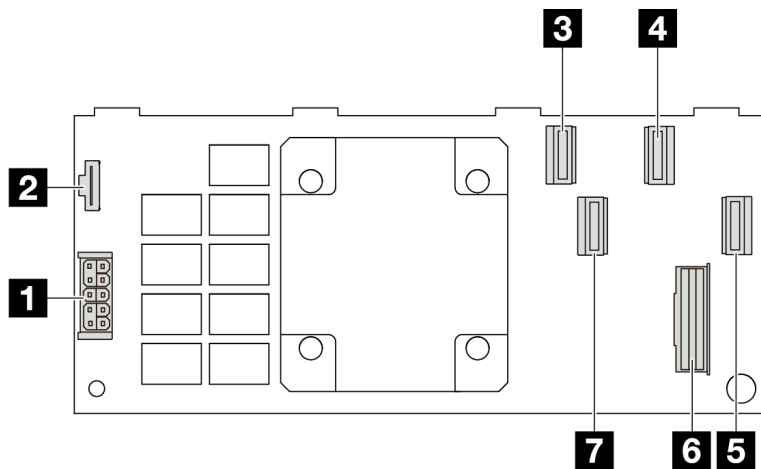

Abbildung 320. Ein Gen 4 16i CFF RAID-Adapter (vier Anschlüsse)
- Abbildung 320 „Ein Gen 4 16i CFF RAID-Adapter \(vier Anschlüsse\)“ auf Seite 366